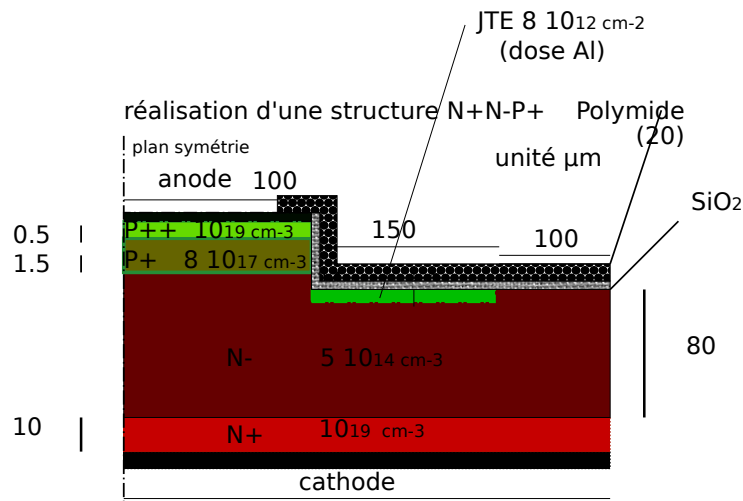

FIGURE A.1 : Schematique de la diode complete d'après [?]
A.1.1.0.1 Plan de maquettage Pour la structure P+N-N+, schéma figure A.1, pour la structure P+P-N+, schéma rédaction réservée